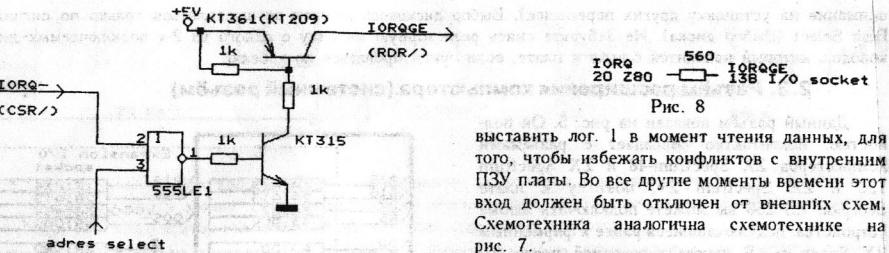

Рис. 8
**IORQGE/** - сигнал, вырабатываемый периферийным устройством для блокировки обращения к портам ввода/вывода, расположенным на плате. На этом входе должен быть выставлен уровень лог. 1 тогда, когда выбрано одно из внешних устройств. Во всех других случаях этот вход должен быть отключен от внешних схем. Примерный вариант схемотехнического решения данной задачи приведен на рис. 7. На плате этот сигнал формируется из IORQ/ (как показано на рис. 8).